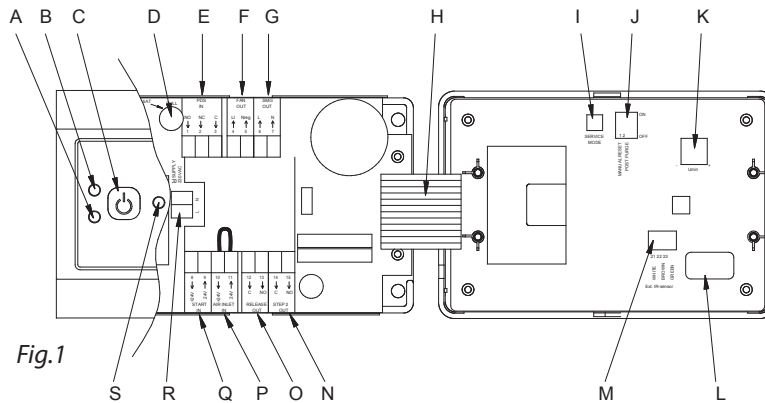

Fig.1
Controleer de fabrieksinstelling van de dipswitches (fig. 1-J) alvorens over te gaan tot het inregelen.
- Druk op de AAN/UIT toets (Fig. 1-C).
- Druk op de Service Mode knop (fig. 1-I) op de achterkant van het frontpaneel. De alarm LED (fig. 1-A) zal rood knipperen en de indicatie LED (fig. 1-B) zal gaan knipperen naar gelang de positie van de PDS, volgens onderstaand schema:
- De potentiometer (fig. 1-K) kan op het maximum toerental ingesteld worden, door hem volledig met de klok mee te draaien.
- Draai de PDS voorzichtig met de klok mee tot je de PDS hoort uitschakelen (met een klik). of tot de indicatie LED (fig. 1-B) van GROEN in ROOD verandert.